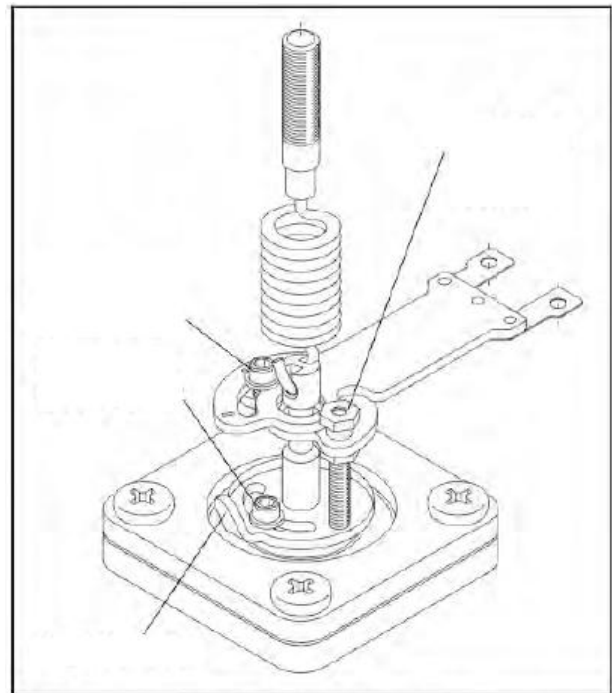

Abbildung 9: Verstärkungseinstellung
3. Mit einem $\frac{5}{64}$ -Zoll Innensechskantschlüssel die obere und die untere Arretierschraube eine halbe Umdrehung lösen. Die Abstandsmutter nicht lockern. (Siehe Abb. 9)